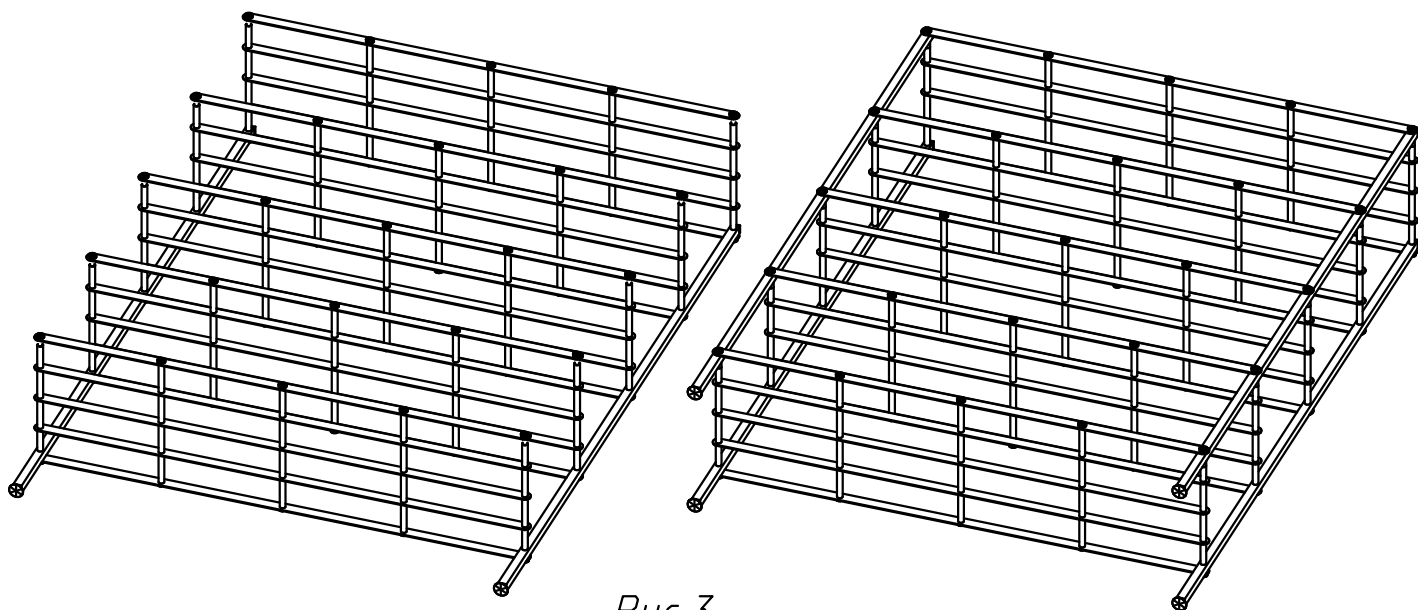

Рис.3
- 8) Перевернуть собранную часть изделия на обратную сторону Рис.3